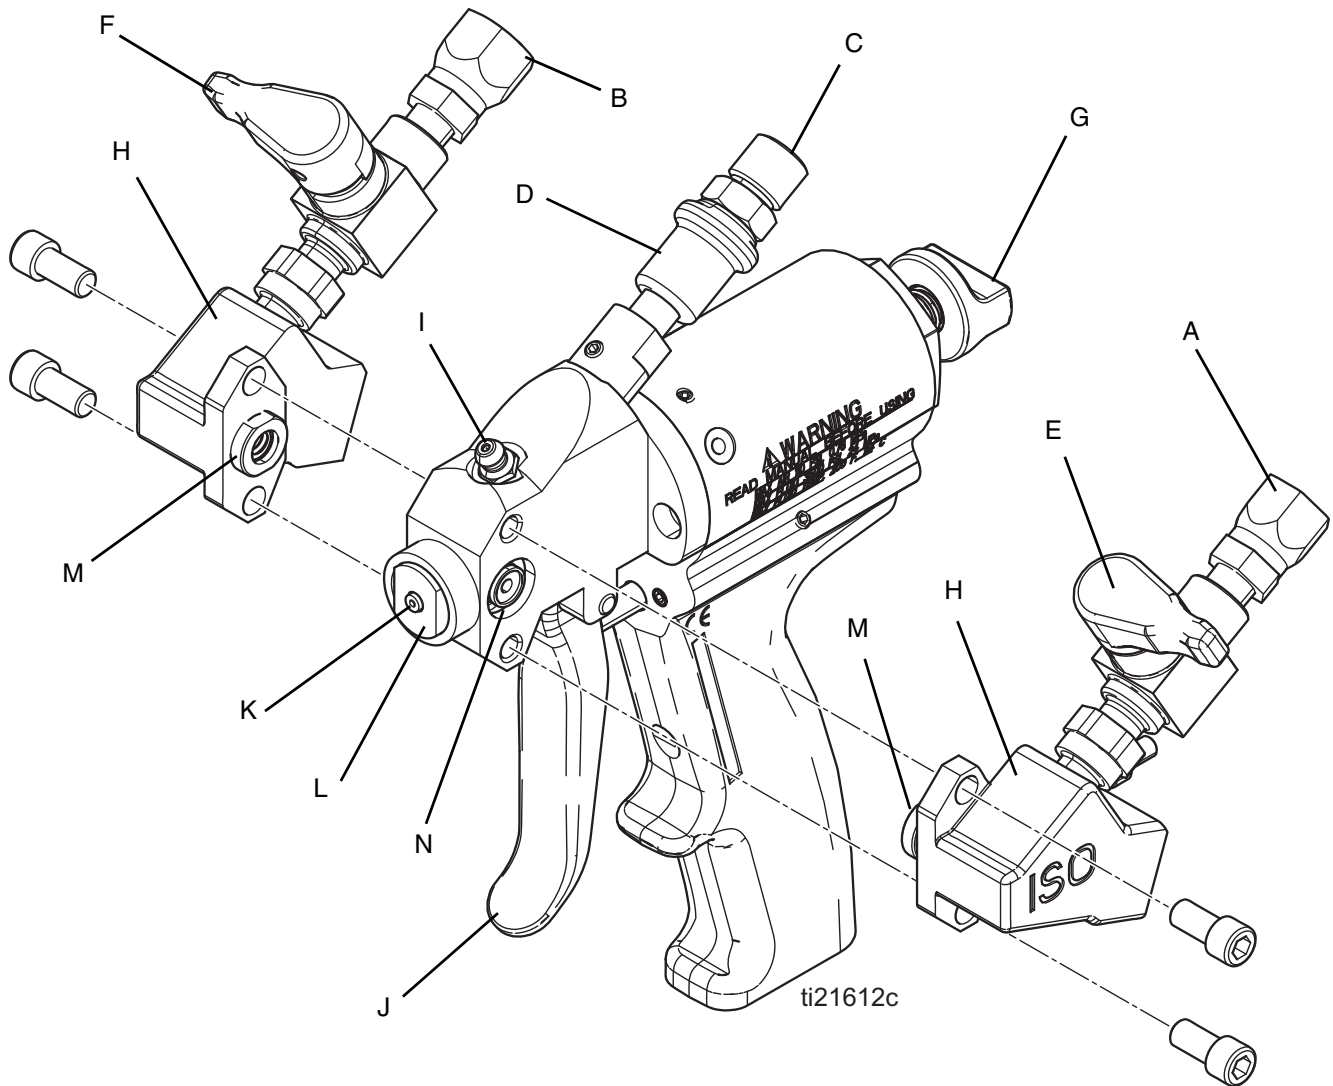

FIG. 1 Composants du Probler P2
3. Enclencher le verrouillage de sécurité du piston (G). Voir **Verrouillage de sécurité du piston**, page 12.
4. Raccorder le flexible isocyanate côté A au raccord de flexible JIC ISO (A), puis le flexible résine côté B au raccord de flexible JIC RES (B) du pistolet P2. Voir la FIG. 1, page 8.
5. Raccorder le flexible d'alimentation en air NPS 1/4" au raccord du flexible d'air d'alimentation (C) du P2. Voir la FIG. 1, page 8.